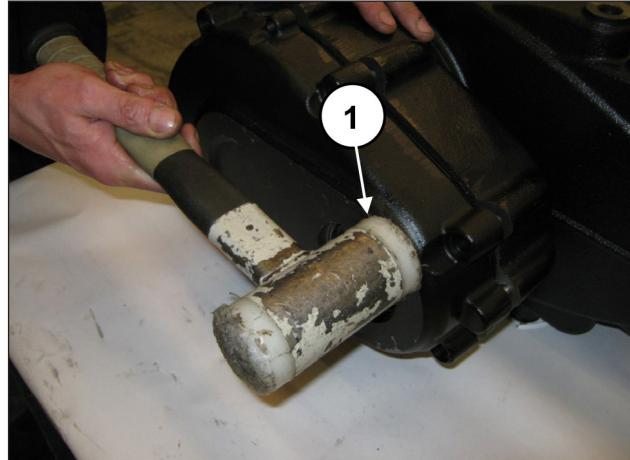
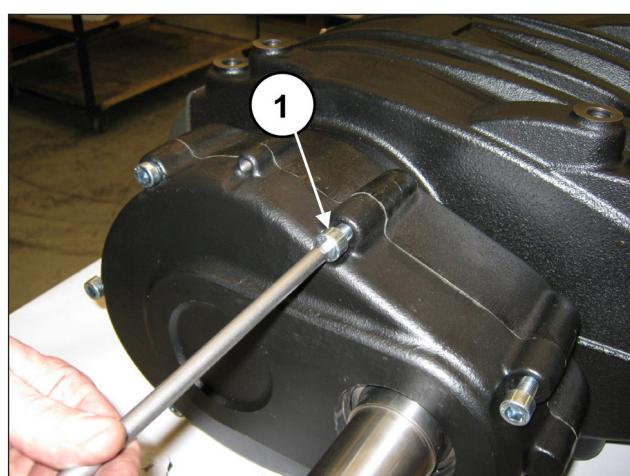

Рис. 89
Рис. 90
Установите крышку редуктора с помощью ударной массы (поз. ①, Рис. 89) и закрепите ее 7 винтами M10x40 (поз. ①, Рис. 90).